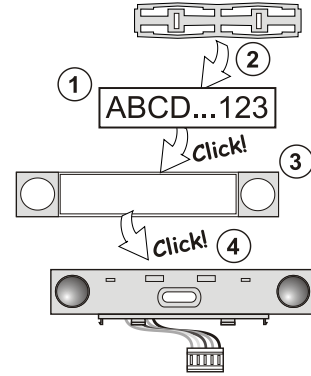

Рисунок 3: Вставка наклейки в контрольный сегмент
- a. После включения устройства кнопка активации с желтой подсветкой (3) начинает мигать, указывая на то, что модуль еще не зарегистрирован в системе.
- c. Нажмите на подсвеченную кнопку активации (3) над экраном – модуль, таким образом, регистрируется и желтый светодиодный индикатор погаснет.
9. Выполнив установку, вставьте наклейки с описанием под прозрачные крышки сегментов и закройте их, см. рис. 3. Функция печати наклеек предусмотрена в программе **F-Link** (окно **Устройства**, в адресе модуля – **Внутренние настройки**).